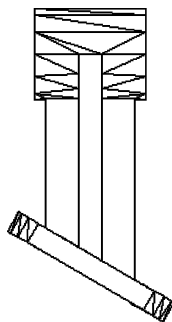

图 13-32 旋转
(18) 设置视图方向。单击“视图”选项卡“视图”面板中的“前视”按钮, 将当前视图方向设置为前视图。经过消隐处理后的图形如图 13-32 所示。